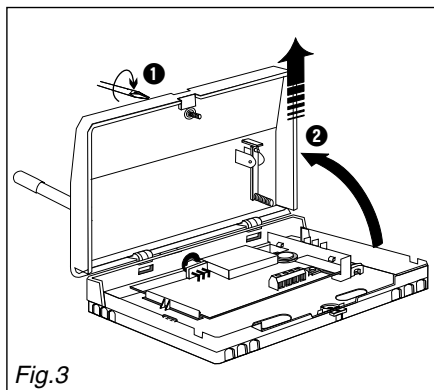

Fig.3
2.3.1 Ouverture du boîtier (fig. 3)
- 1- Dévisser la vis de fixation ❶.
- 2- Ouvrir et ôter le couvercle ❷.